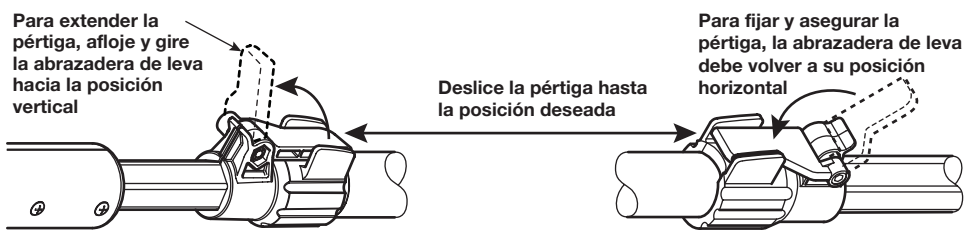

Fig.16 Cómo ajustar el largo de la sierra de pértiga
1. Para extender la pértiga, afloje y gire la abrazadera a su posición vertical (Fig. 16).